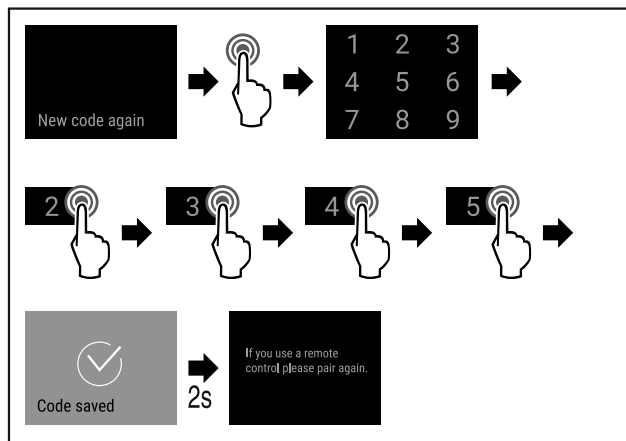

Fig. 93
- ▶ Eseguire i passi (vedere Fig. 93).